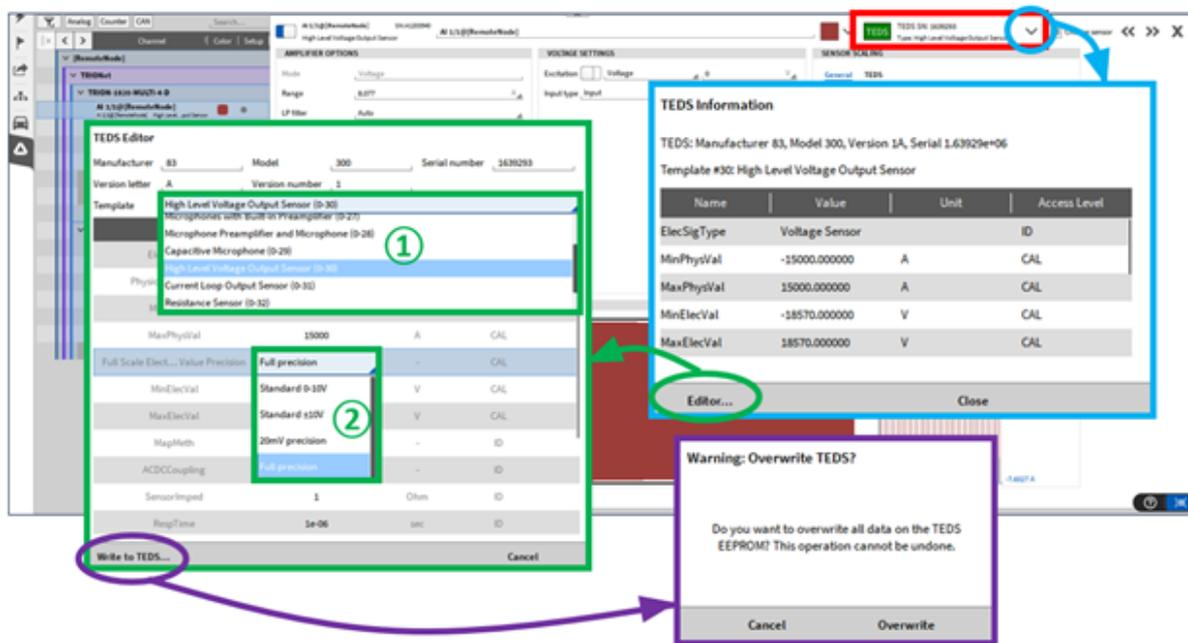

Abb. 7.219: Detaillierte Kanaleinstellungen mit TEDS-Schnittstelle und TEDS-Editor
Eine detaillierte Kanaleinstellung ist in Abb. 7.219 zu sehen. Je nach Sensortyp können einige Einstellungen variieren. Die Einstellungen des TEDS sind hier zu sehen und einige Einstellungen können manuell eingestellt werden, wie der Bereich. Durch Anklicken der angezeigten TEDS-Seriennummer, die in Abb. 7.219 rot markiert ist, sind alle TEDS-Informationen und Einstellungen zu sehen (siehe blauer Rahmen in Abb. 7.219).
Durch Anklicken von „Editor“ (siehe grüner Kreis in Abb. 7.219) kann der TEDS-Editor geöffnet werden (siehe grüner Rahmen), der die Möglichkeit bietet, die auf dem TEDS-Chip gespeicherten Daten zu bearbeiten. Es ist möglich, zwischen einer Reihe von Vorlagen zu wählen (siehe ① in Abb. 7.219) oder die auf dem TEDS-Chip gespeicherten Informationen manuell zu ändern (siehe ② in Abb. 7.219). Wenn alle Änderungen abgeschlossen sind, können die Informationen auf den TEDS-Chip geschrieben werden, indem man auf „Auf TEDS schreiben“ klickt (siehe violetter Kreis in Abb. 7.219). Es öffnet sich ein Fenster, in dem Sie bestätigen müssen, dass die Daten auf den TEDS-Chip geschrieben werden sollen.